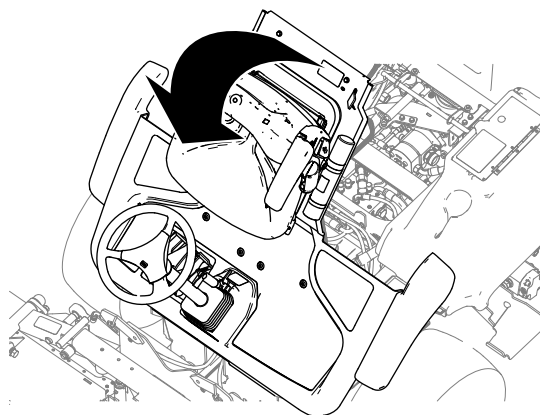

Figure 41
2. Relevez la plateforme (Figure 41).